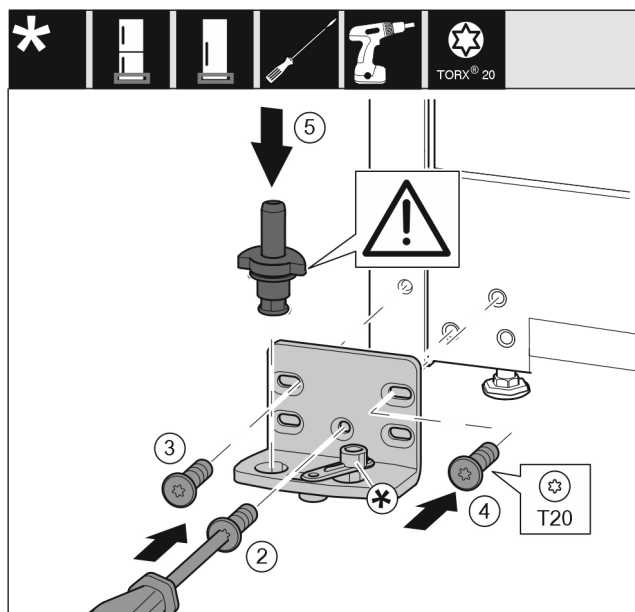

Fig. 16
- Poser le support de palier de l'autre côté et le visser à l'aide d'un tournevis T20. Commencer par la vis 2 en bas au milieu. Fig. 16 (2)
- Visser les vis 3 et 4. Fig. 16 (3,4)
- Mettre en place l'axe de palier complet. Veiller à ce que l'ergot d'enclenchement soit orienté en arrière. Fig. 16 (5)